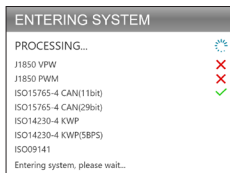

Abbildung 3.2.1
- Sobald Sie die OBD-II-Funktion eingegeben haben, kommuniziert das Scan-Tool automatisch mit dem Bordcomputer, um das Kommunikationsprotokoll zu bestimmen. Nach der Bestätigung wird die Verbindung hergestellt. (Siehe Abbildung 3.2.1)